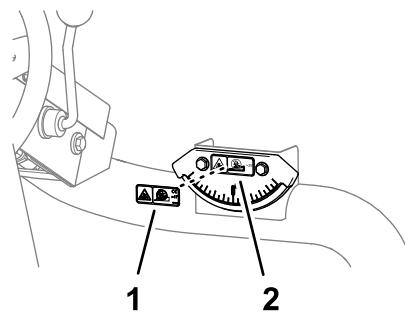

Figura 39
1. Limpie con alcohol la pegatina de inclinación en el indicador de pendiente y deje que la pegatina se seque (Figura 39).
2. Retire el reverso y coloque la pegatina de peligro de inclinación CE en la pegatina de inclinación del indicador de pendiente (Figura 39).